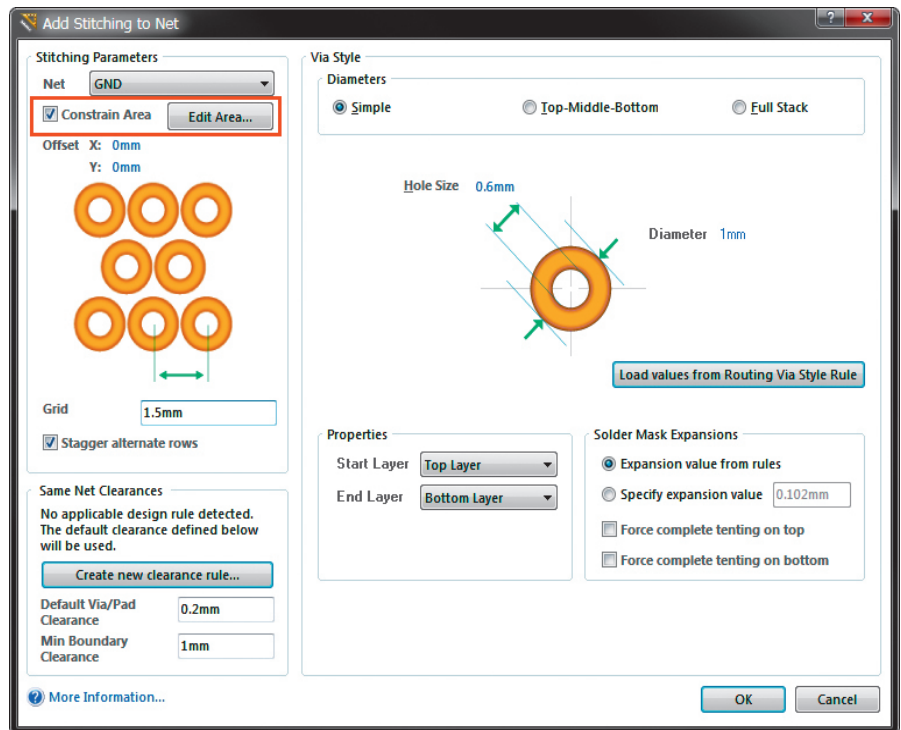

Рис.6. Формирование массива переходных отверстий на заданном участке
- для объединения полигонов земли на разных слоях, появился в предыдущей версии Altium Designer 13. В новой версии его возможности были расширены – теперь такой массив отверстий можно формировать на заданном участке (рис.6);